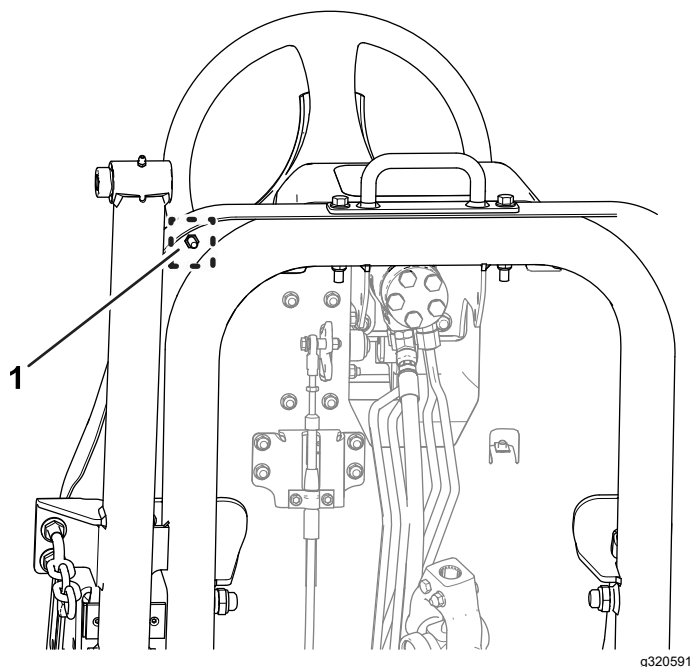

Рисунок 80
- В. Ослабьте контргайку в нижней части подножной пластины (Рисунок 80).
- F. Удерживая упор педали хода, затяните контргайку в нижней части подножной пластины (Рисунок 79 и Рисунок 80) с моментом от 37 до 45 Н·м.